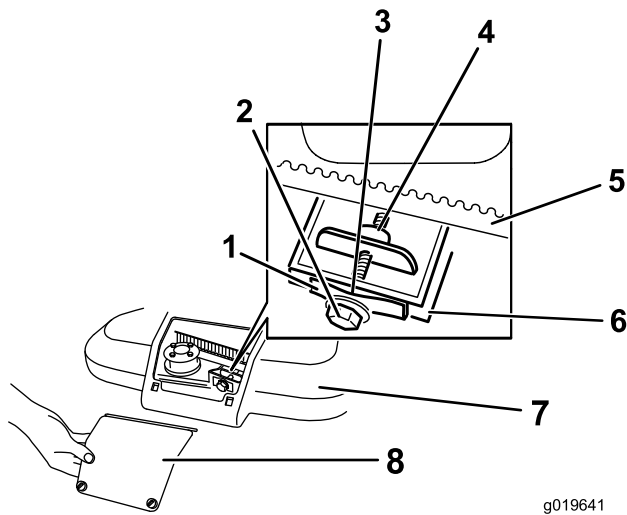

Figura 39
1. Allentate le 2 viti sul pannello del copricinghia e rimuovete il pannello (Figura 39).
- Tenete un calibro da 0,26 mm, un pezzo di carta o un biglietto sul muro e fatelo/a scorrere in basso dietro la molla di tensione della cinghia (Figura 39).
**Nota:** Se il gioco tra calibro e molla è visibile, serrate il bullone e il dado di regolazione in modo che la carta scorra con difficoltà attraverso il gioco (Figura 39).